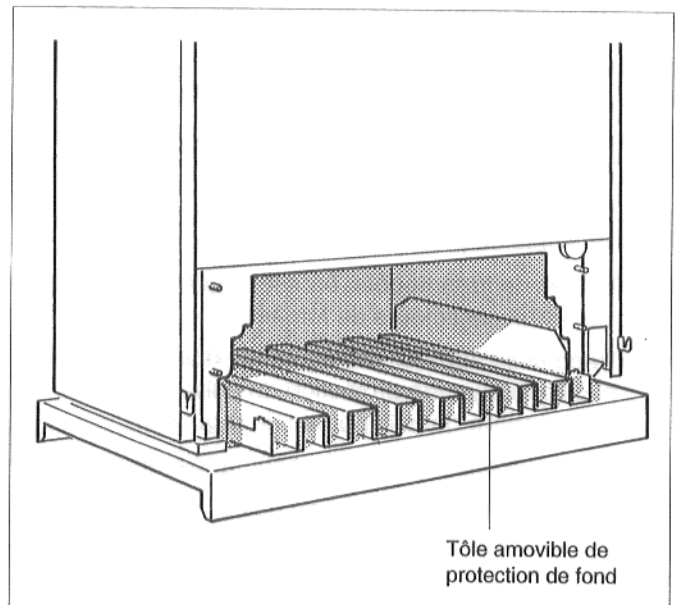

Fig. 32
- Pour les modèles 73-128 : enlever la tôle amovible de protection de fond (fig. 32).